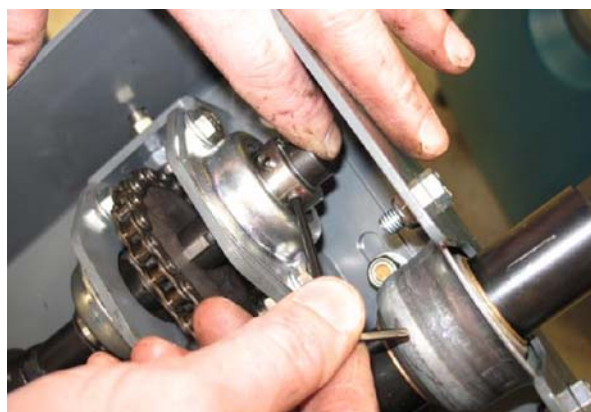
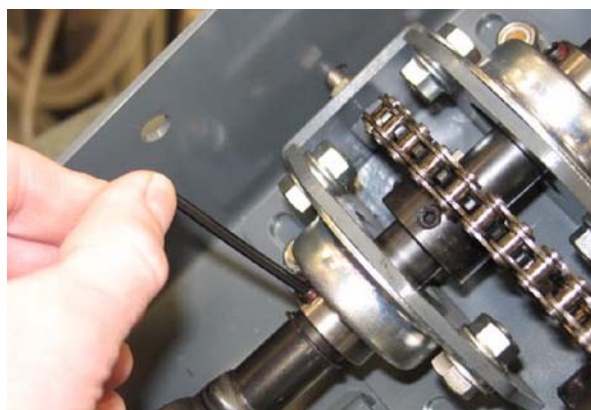

FIG. 48
FIG. 49
9. Presione el conjunto de placa de soporte/rodamiento con brida firmemente contra el aro de retén superior y apriete los tornillos de tope en los rodamientos con brida superior e inferior. Apriete los tornillos de tope a 8,1-10,8 Nm/72-96 in lbs. (Fig. 48 / Fig. 49)